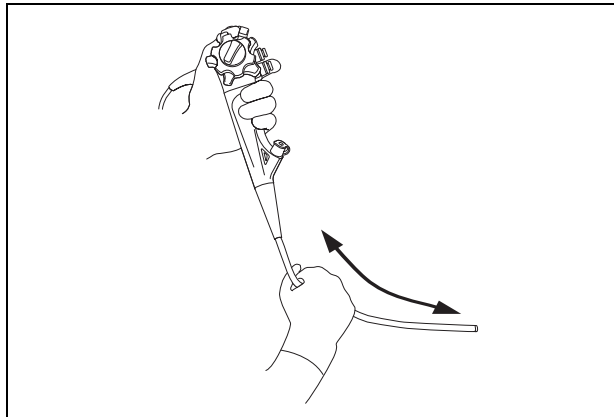

Figura 3.2
5. Segurando na seção de controle com uma mão, passe a outra mão ao longo de todo o comprimento da seção de inserção (consulte Figura 3.2). Certifique-se de que não sobressaem da porção de inserção objetos nem fios metálicos. Confirme igualmente se a cânula de inserção não está muito rígida.